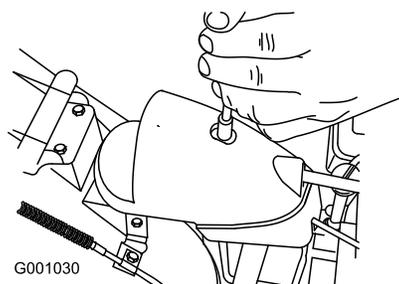

Рисунок 42
1. Снимите крепежные детали на крышке редуктора (Рисунок 42), поднимите переднюю часть крышки и сдвиньте ее дальше назад.